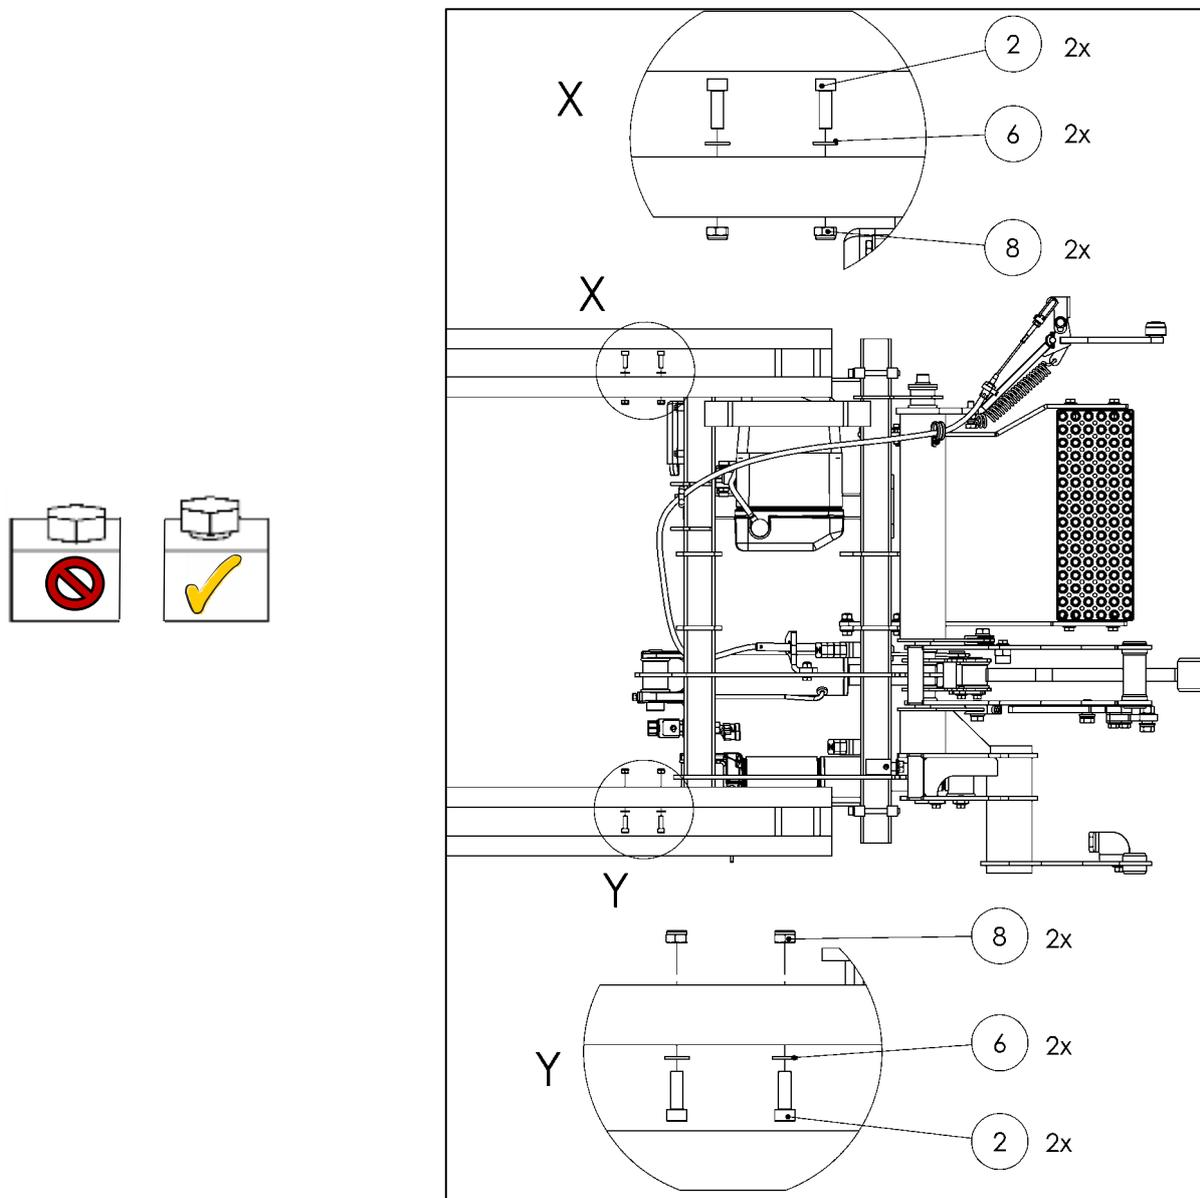

Fig. 28
- Inserte los tornillos delanteros (**juego de instalación - no. de parte 22 911 217 o 22 911 235**) y apriételos a mano (vea Fig. 28).